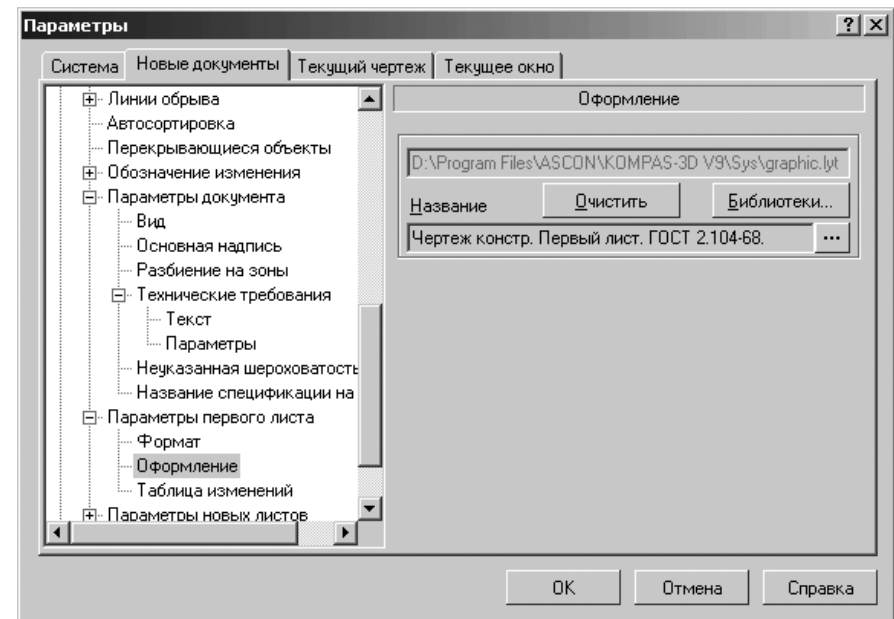

Рис. 10.88. Диалоговое окно **Параметры** с открытой вкладкой **Новые документы** и панелью **Оформление**
- щелкните в списке настраиваемых элементов **Параметры первого листа** (новых листов) по пункту **Оформление**. В правой части появится панель **Оформление**, показанная на рис. 10.88;